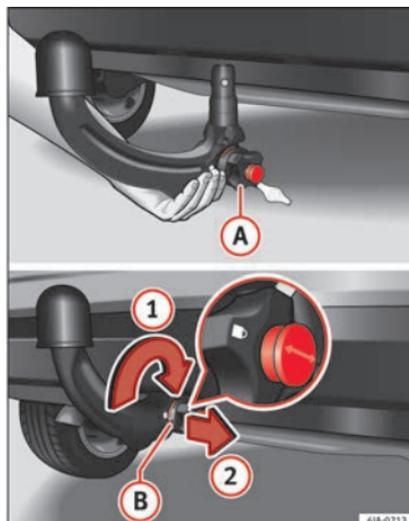

Fig. 198 Colocación de la barra de cabeza esférica/cierre de la cerradura y extracción de la llave.
- Sujete la barra de cabeza esférica desde abajo » fig. 198 e introdúzcala en el casquillo de sujeción hasta hacer tope y oír que encastra » ⚠.